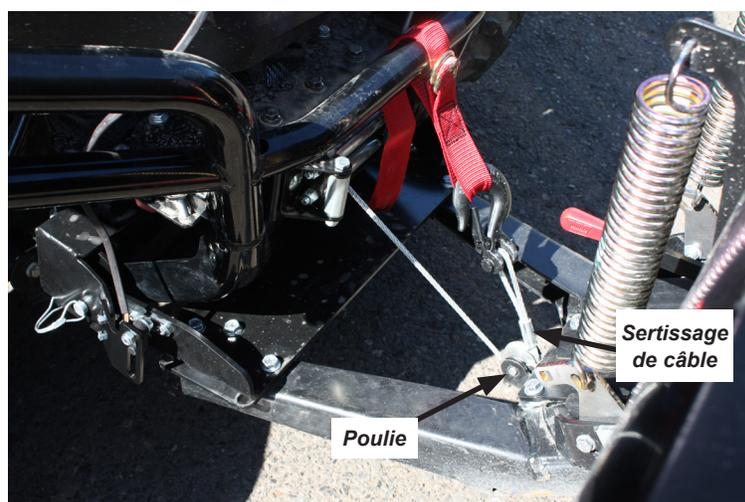

Figure 9
- 11 Lorsque l'assemblage de lame est installé sur le véhicule, acheminez le câble du treuil à partir du guide-câble, autour de la poulie, puis revenez au véhicule, voir la figure 9.